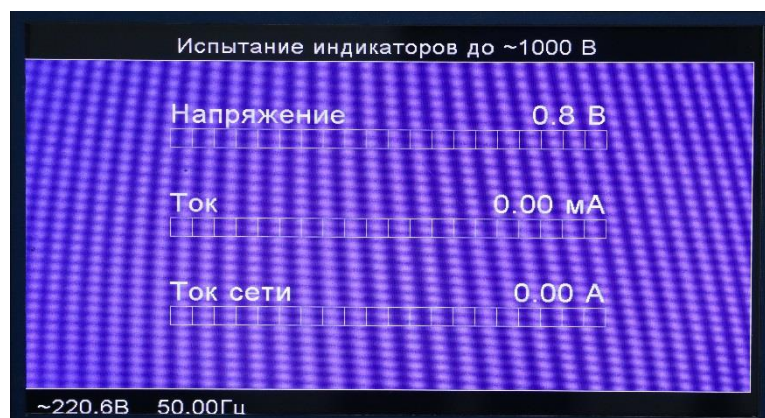

Рис.8.9.
8.6.4. Установить требуемый ток защиты и нажать кнопку блока управления «ВЫПОЛНИТЬ». (Ток защиты может быть установлен в пределах 1,0 мА – 25,0 мА с шагом 0,5мА.) На экране появится рабочая заставка этого режима (рис.8.9).